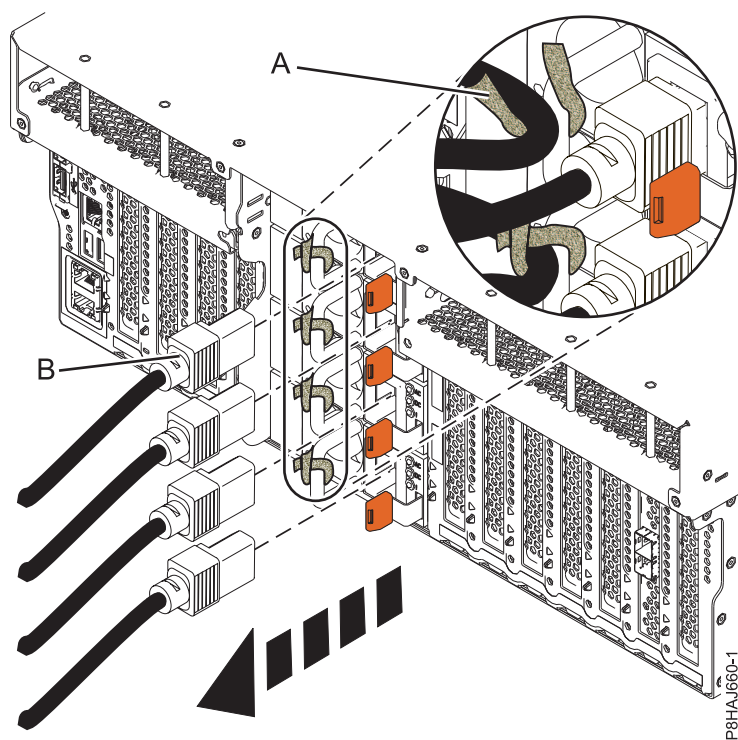
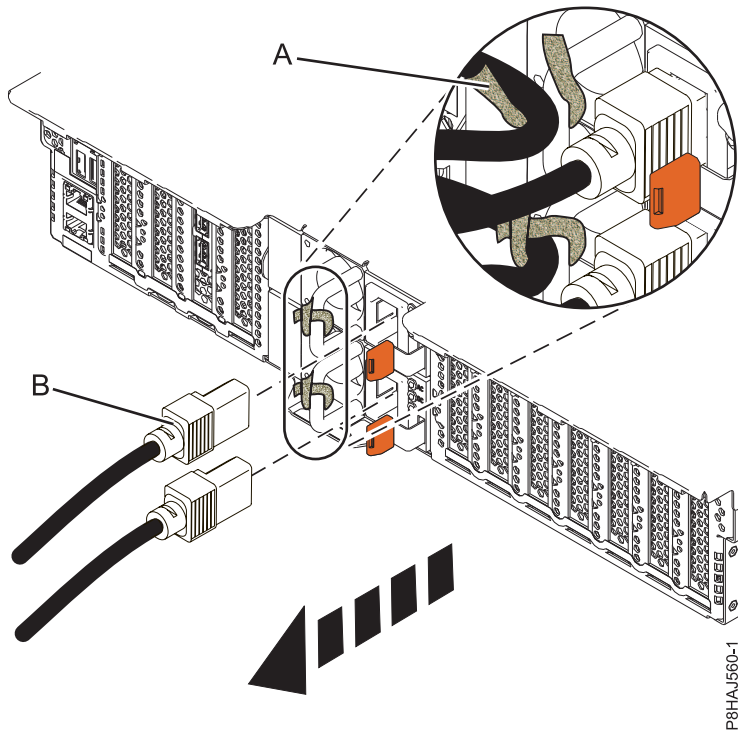
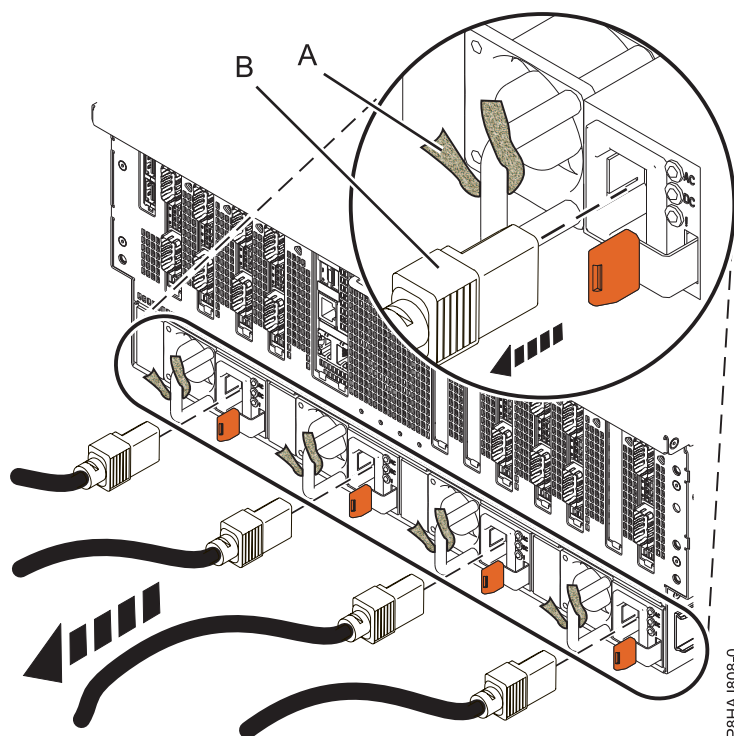

Figura 36. Removendo os cabos de energia de um sistema 8247-42L, 8286-41A ou 8286-42A
Figura 37. Removendo os cabos de energia de um sistema 5148-21L, 5148-22L, 8247-21L, 8247-22L, 8284-21A ou 8284-22A
Figura 38. Removendo os cabos de energia de um sistema 8408-44E ou 8408-E8E
- Desconecte os cabos de alimentação do **(B)** da unidade de sistema. Consulte Figura 36 na página 50, Figura 37 na página 50 ou Figura 38 na página 51 dependendo do tipo do seu sistema.